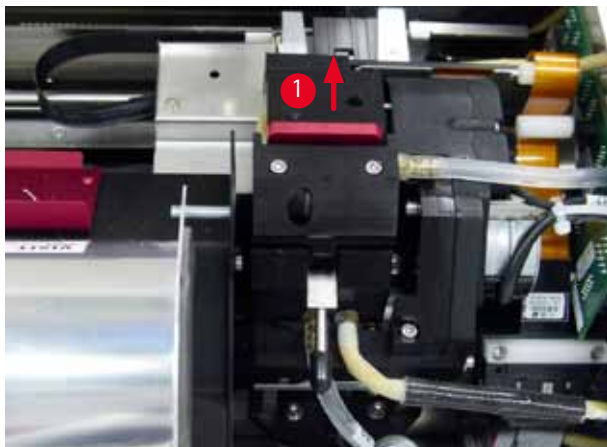

Рис. 49
2. Печатающая головка (→ "Рис. 49-1") перемещается вверх и останавливается прим. в 1 см от уплотнительной кромки (→ "Рис. 49").